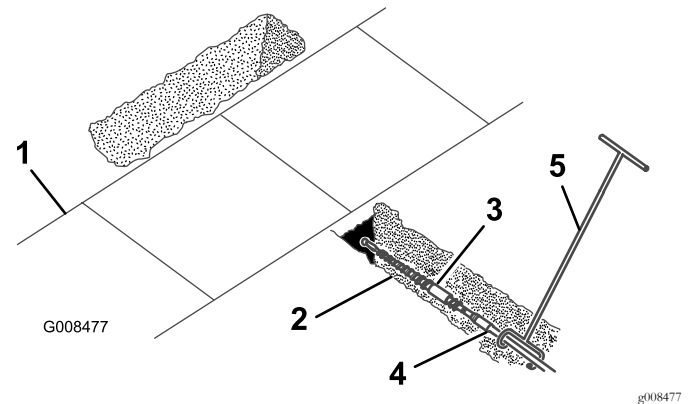

Figura 5
4. Conecte la herramienta de guía de la varilla a la varilla, justo por detrás de la broca (**Figura 5**).
5. Con la persona que va a guiar la broca colocada a la derecha de la zanja (**Figura 5**), arranque el motor, ponga la válvula de selección de bomba en el modo lento (tortuga) (solamente las unidades de tracción modelos 200 y 300), coloque el acelerador en una posición intermedia y tire de la palanca hidráulica auxiliar hacia atrás para que la broca comience a rotar hacia adelante.
6. Mueva la unidad de tracción lentamente hacia adelante; la persona que tiene la herramienta de guía de la varilla debe guiar la penetración de la broca en el suelo (**Figura 5**).